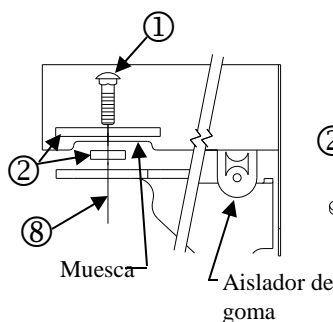

Figura 2
①	Cant. (6)	Perno de carruaje 7/16-14 X 1,50 GR5	⑤	Cant. (4)	Espaciador, pequeño
②	Cant. (4)	Espaciador, grande	⑥	Cant. (4)	Arandelas de bloqueo
③	Cant. (2)	Arandelas cónicas	⑦	Cant. (4)	Arandela plana
④	Cant. (6)	Tuercas hexagonales, 7/16-14	⑧	Cant. (2)	Cable de halar, 7/16 (no se muestra)
- Recorte el protector de calor alrededor de la muesca en el orificio de unión. Ver Figura 2.
- Instale el espaciador (pieza 2) entre el enganche y el bastidor. Ambos lados. Ver Figura 2.